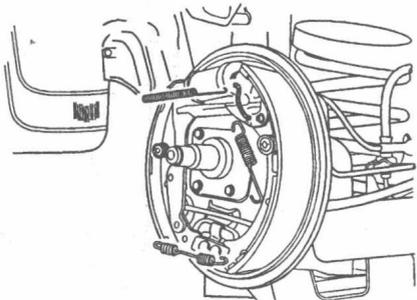
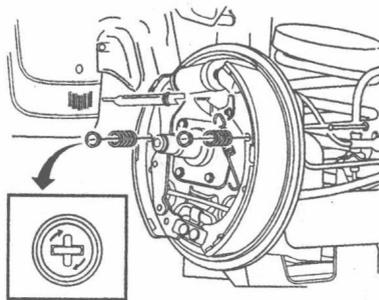

图 1-17 松开领蹄压紧回位弹簧
图 1-18 松开从蹄和摩擦衬片总成压紧回位弹簧
- (1) 拆卸制动鼓。
- (2) 松开领蹄压紧回位弹簧，如图 1-17 所示。图示为防抱死制动系统（ABS）的制动系统配置。
- (3) 断开领蹄连杆弹簧上的上连杆，释放上回位弹簧上的张紧力。
- (4) 拆卸上回位弹簧和调节器。
- (5) 松开从蹄和摩擦衬片总成压紧回位弹簧，如图 1-18 所示。
- (6) 断开右侧的从蹄和摩擦衬片总成。
- (7) 断开下回位弹簧。